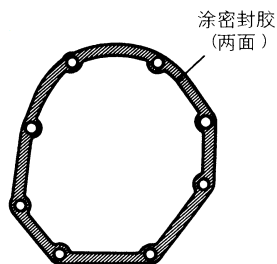

图 3-83 垫片的两面涂密封胶
(30) 安装加长壳体垫片时，如图 3-83 所示，对垫片的两面涂敷所规定的密封胶并安装。所规定的密封胶为三菱纯牌密封胶产品号 MD997740 或相当的品种。